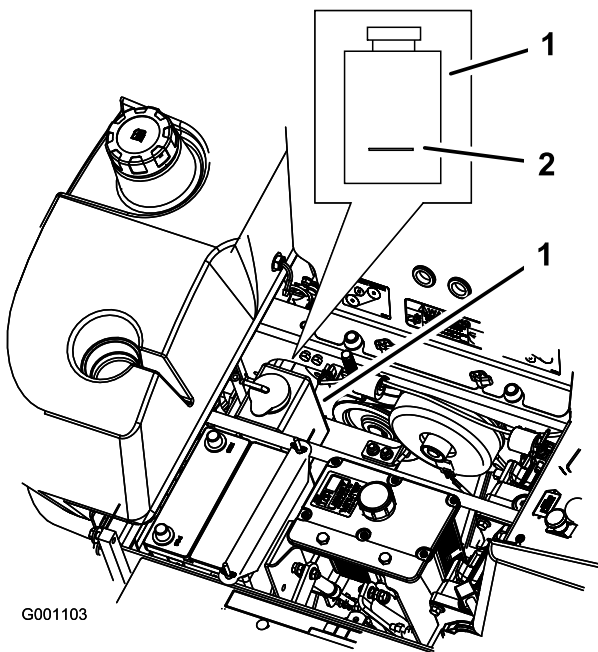

Bild 84
3. Überprüfen Sie bei abgekühltem Motor den Stand des Überlaufgefäßes. Der Flüssigkeitsstand muss mindestens das Niveau der an der Außenseite der Überlaufgefäßes angebrachten Markierung haben (Bild 84).
4. Ist der Kühlmittelstand zu niedrig, so wird ein 50/50 Gemisch aus Frostschutzmittel/Dex-Cool® und Wasser in das Überlaufgefäß gegeben (Bild 84).
5. Geben Sie das 50/50 Kühlmittelgemisch in das Überlaufgefäß bis zur am Gefäß angebrachten Markierung (Bild 84).